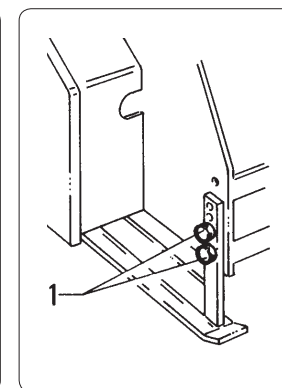

fig. 5.2.3
**5.2.3 - Réglage des patins latéraux fig. 5.2.3**